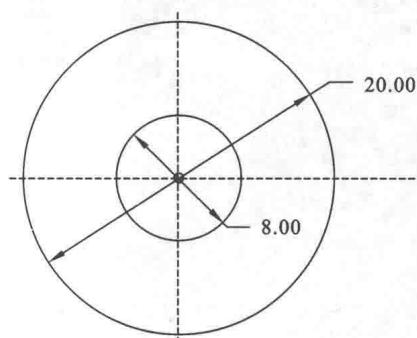
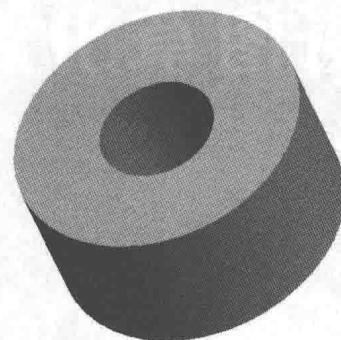

图 1-7 草绘截面
图 1-8 拉伸特征的创建结果
- (4) 绘制如图 1-7 所示的同心圆截面。
- (5) 单击  按钮, 返回拉伸特征的操作面板。
- (6) 在数值编辑框中输入 10, 单击  按钮, 完成拉伸特征的创建, 结果如图 1-8 所示。